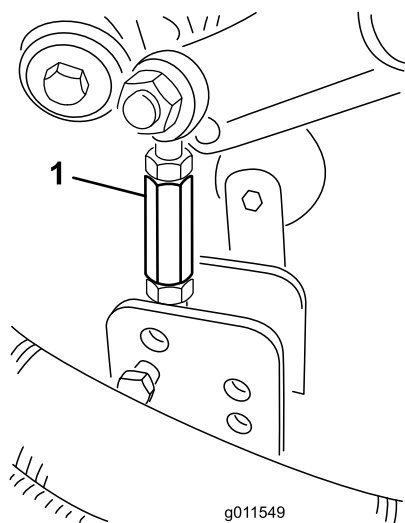

Figura 30
9. Retire los pasadores de horquilla y las chavetas que fijan los acoplamientos de los amortiguadores a los soportes de la carcasa de corte (Figura 30).